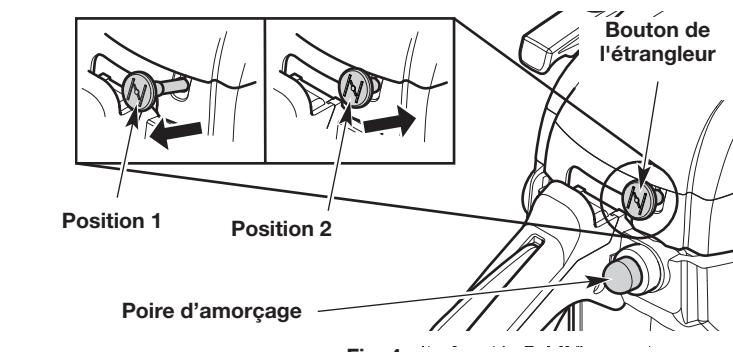

Fig. 4
2. Lentement, pressez puis relâchez **10 fois** de suite la poire d'amorçage (Fig. 4). Si vous ne voyez pas de carburant dans la poire d'amorçage, pressez et relâchez la poire jusqu'à ce que du carburant soit visible.
3. Tirez le bouton de l'étrangleur en **position 1** (Fig. 4).
7. Poussez le bouton de l'étrangleur en **position 2** (Fig. 4).